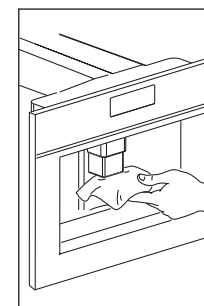

Fig. 36
- ▶ Limpie los surtidores periódicamente con una esponja (Fig. 36).